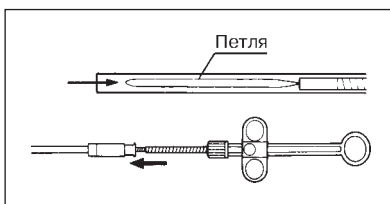

Рис. 14.
(8) Переместите подвижное соединение трубчатой оболочки в дистальном направлении для того, чтобы втянуть петлю в просвет трубчатой оболочки (см. рис. 14). (9) Если петля полностью не втягивается в просвет трубчатой оболочки, нажмите рукой на петлю.
(10) Переместите подвижное соединение трубчатой оболочки в проксимальном направлении и убедитесь в его свободном перемещении с наименьшими усилиями, при котором петля выступает из отверстия на дистальном конце трубчатой оболочки.
(11) Повторно переместите подвижное соединение трубчатой оболочки в дистальном направлении для того, чтобы втянуть петлю в просвет трубчатой оболочки.